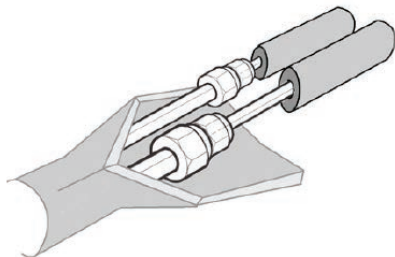

fig. 24 -
- Il raccordo di collegamento all'unità interna deve essere avvolto da isolante termico "fig. 24 -".